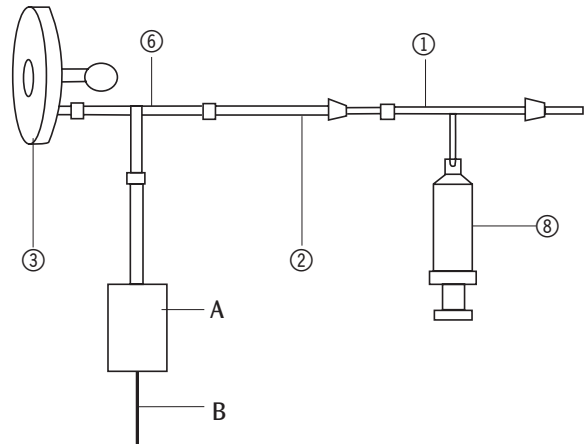

Fig.2
- Eseguire il collegamento dei tubi come illustrato nella fig.2.